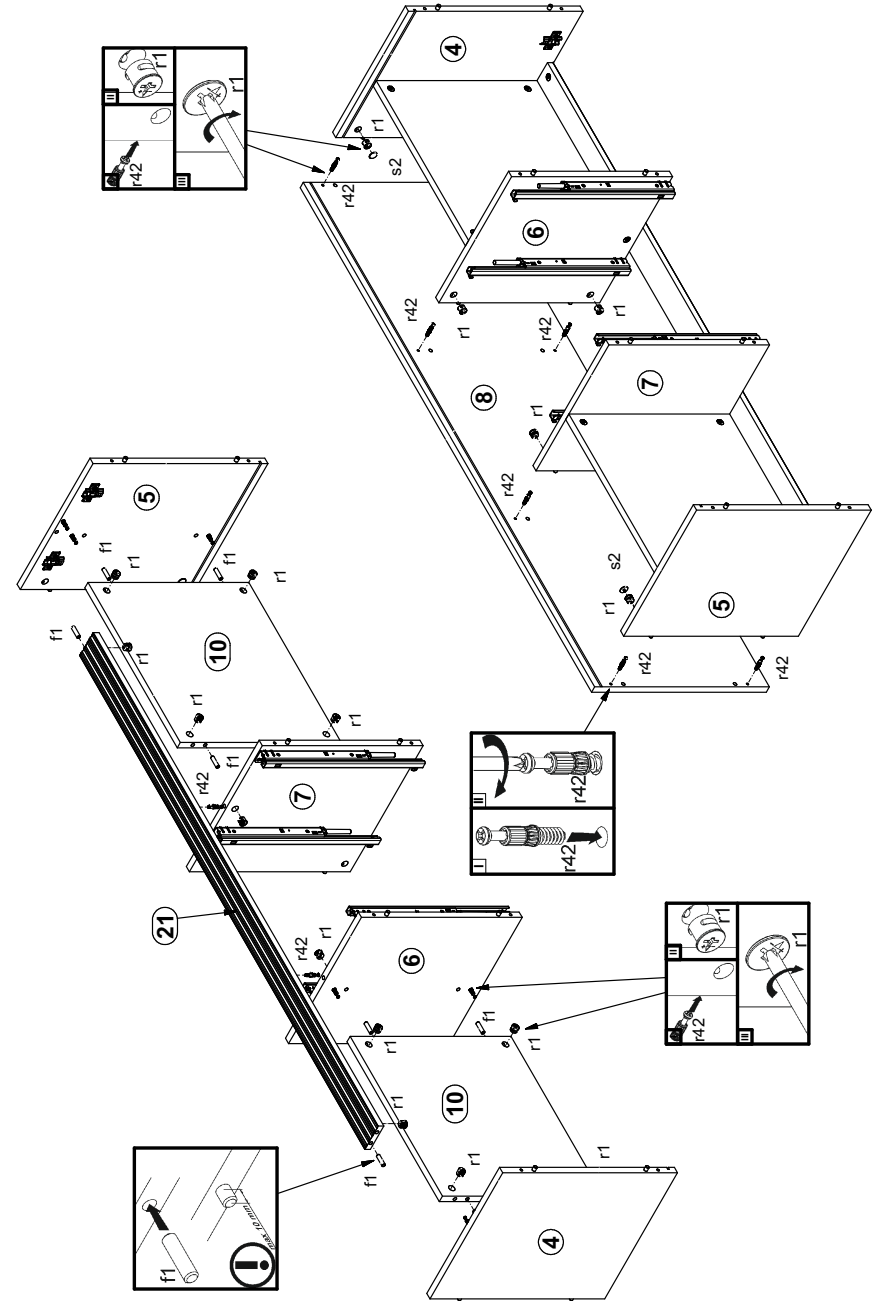

Рисунок 3
2. В отверстия $\varnothing 8$ мм на верхних и нижних кромках стенок боковых **4, 5**, стенок средних **6, 7** (см. рис. 2), на боковых кромках полок соединительных **10** (см. рис. 3), на боковых кромках планки декоративной **21** (см. рис. 3) вбить деревянные шканты **f1**.
5. В отверстия $\varnothing 5$ мм на внутренних поверхностях стенок **4, 5, 6, 7** (см. рис. 2), на нижней поверхности щита **8** (см. рис. 3) вкрутить винты стяжки **r42**.
6. В отверстия $\varnothing 15$ мм на нижних поверхностях полок **10** (см. рис. 3), на задней поверхности планки **14** (см.рис. 3), на боковых поверхностях стенок **4, 5, 6, 7** вставить стяжки эксцентриковые **r1**.
7. Соединить детали **4, 5, 6, 7, 10, 21** и затянуть стяжки эксцентриковые **r1**, пользуясь отверткой (см. рис. 3).
8. Присоединить щит **8** к стенкам **4, 5, 6, 7** и затянуть стяжки эксцентриковые **r1**, пользуясь отверткой (см. рис. 3). Стяжки эксцентриковые **r1** на стенках **4, 5** закрыть заглушками **s2**.